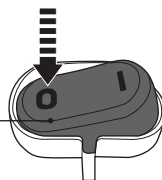

Fig. 21
- > Ponga el interruptor encendido / apagado (16) en la posición O para apagarlo (Fig. 21).